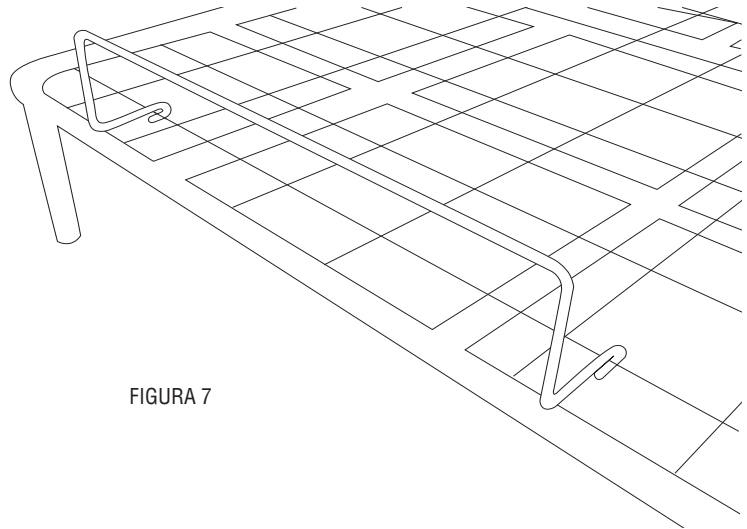

FIGURA 7
**BASE REJILLA ALAM** - Enganche los extremos del retenedor del colchón sobre la rejilla de alambre más cercana al extremo del pie de la base. Asegúrese de que el retenedor del colchón está centrado (FIGURA 7).